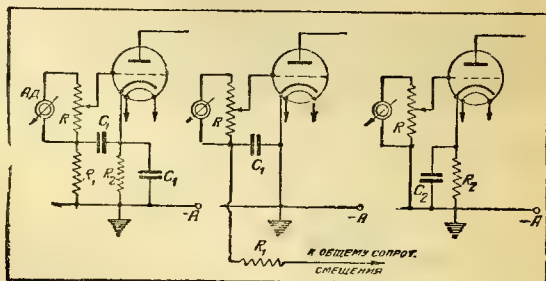

Рис. 5. Схема включения регулятора громкости в цепь адаптера
1. Полное сопротивление R регулятора. Величина R берется в зависимости от того, в какую цепь установки будет включаться регулятор. При малых значениях R во всех случаях можно считать, что громкость вообще будет резко падать и будут появляться частотные искажения (срезаются либо высокие, либо низкие тона), при излишне же большом сопротивлении R обычно возрастает сила фона (в динамике) или нарушается устойчивость работы установки (иногда может появиться генерация). Для адаптера (см. схемы включения на рис. 5) сопротивление R берется в 10—25 раз больше, чем сопротивление самого адаптера, оказываемое постоянному току. Последнее обычно бывает от 500 до 2 500 Ω ; поэтому для адаптера общее сопротивление R регулятора лучше всего выбирать порядка 10 000—50 000 Ω . При большем R несколько улучшается слышимость высоких звуковых тонов.